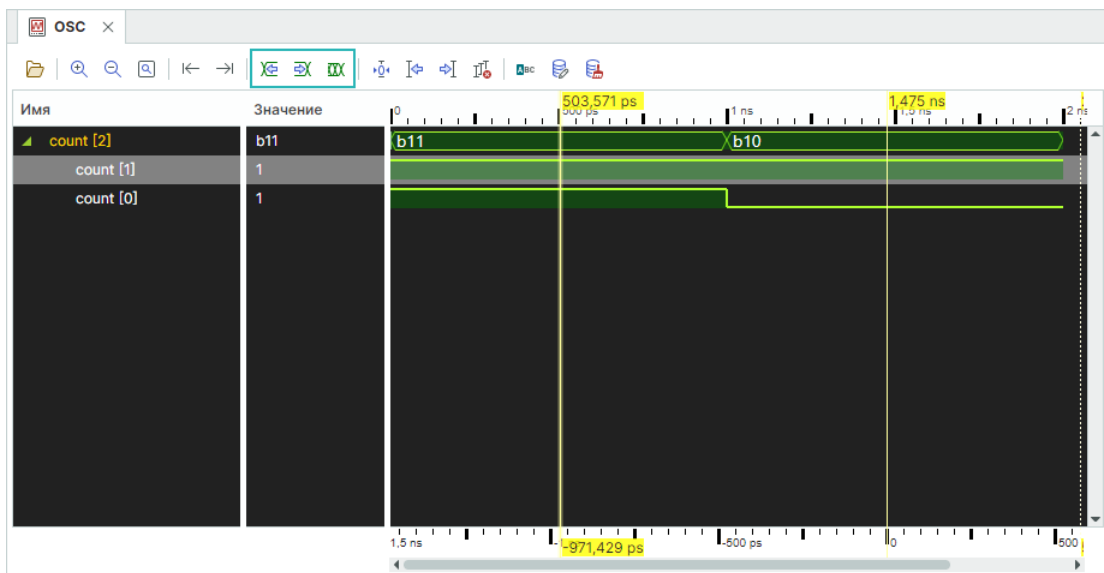

Рис. 40 Расположение кнопок для перемещения курсора
- Перемещение курсора, см. Рис. 40.